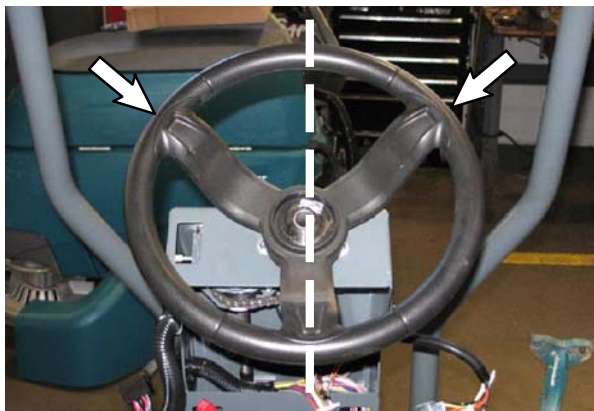

FIG. 43
18. Coloque el volante en la columna de dirección tal como se indica en la Fig. 43.